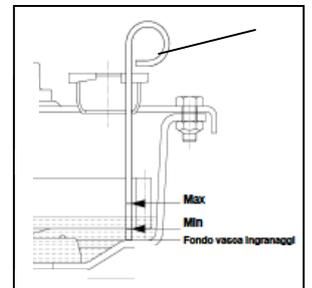

図19
7. ギアケースのオイル量点検。ギアケース上部の注油口から付属のレベルゲージ(図19)を使用してオイル量を確認します。必要に応じてオイルを補充してください。